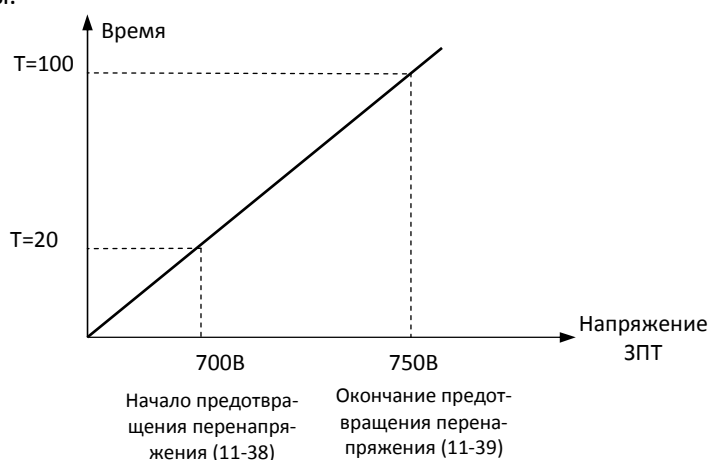

Рис. 4.3.92 Время торможения при перенапряжении
- Режим 2 предотвращения перенапряжения OV такой же, как и в режиме 1, но он усиливает часть шины постоянного тока по напряжению остановки торможения предотвращения OV (11-39) на рис.4.3.92.